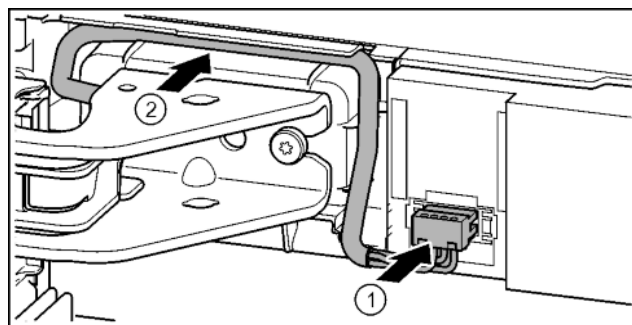

Fig. 40
- ▶ Зафиксировать штекер над верхним опорным кронштейном и осторожно уложить жилы кабеля в канал. Fig. 40 (1)
- ▶ Осторожно проложить серый кабель в направляющей над верхним опорным кронштейном. Fig. 40 (2)